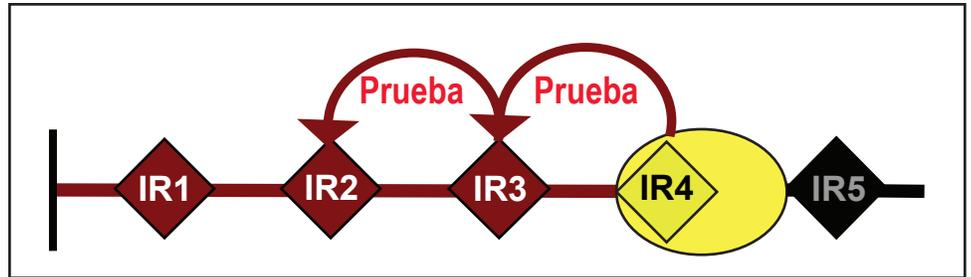

Figura 21. Falla temporal de la CEC; IR4 dispara y comienza la prueba.
- IR4 dispara y comienza la prueba. Vea la Figura 21 en la página 43.